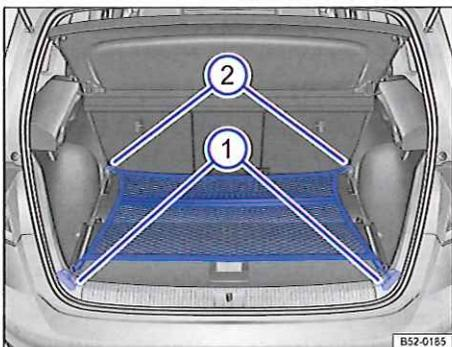

Fig. 106 Dans le coffre à bagages : filet à bagages accroché à plat.
- Si nécessaire, relevez les œillets d'arrimage avant ⇒ fig. 106 ②.
- Accrochez les crochets du filet à bagages dans les œillets d'arrimage ② ⇒ **⚠**. Pendant cette opération, la fermeture éclair du filet à bagages doit être tournée vers le haut.
- Accrochez les crochets du filet à bagages dans les œillets d'arrimage ①.